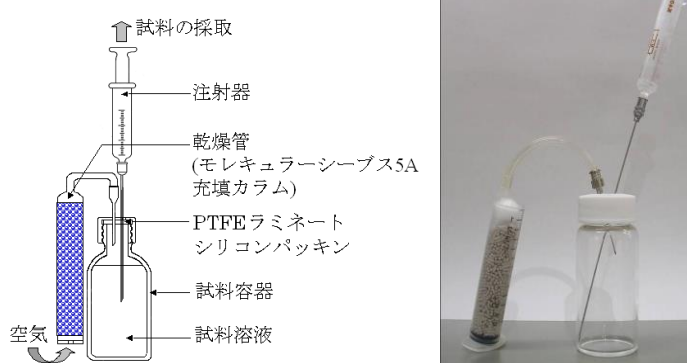

図 5・1 試料採取法の概念図
- ① 注射器は良く乾燥したものを使用してください。乾燥が不十分であると試料が吸湿し、安定した測定結果が得られない可能性があります。
- ② 微量水分の測定を行うときは、バックグラウンド値が高いと測定に影響しますので 10 以下になってから測定を行ってください。
- ③ 試料の吸湿を防ぐため、図 5・1 に示した様なバイアル瓶を使用し試料を採取することを推奨いたします。